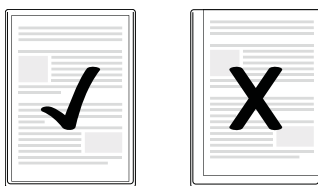

Fig. 1
- ▶ Veiller à ce que toutes les bordures du document aient au moins deux millimètres d'écart par rapport au bord de la pochette à film, comme indiqué sur la fig. 1.
- Veiller à ce que toutes les bordures du document aient au moins deux millimètres d'écart par rapport au bord de la pochette à film, comme indiqué sur la fig. 1.